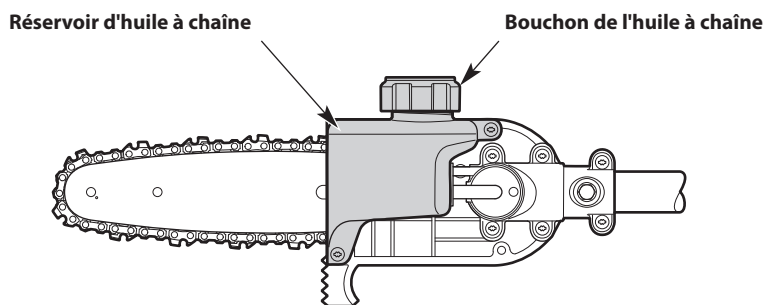

Fig. 14
1. **Posez l'appareil sur une surface plane. Placez l'unité avec le bouchon d'huile à chaîne vers le haut (Fig. 14).**
2. Assurez-vous que le réservoir d'huile de chaîne est au moins à moitié plein (Fig. 14). Si le niveau d'huile est trop bas, ajouter de l'huile à guide et chaîne. Se reporter à la section *Remplissage du réservoir d'huile de la chaîne*.
3. Dévissez le capuchon de l'huile à chaîne (Fig. 14).